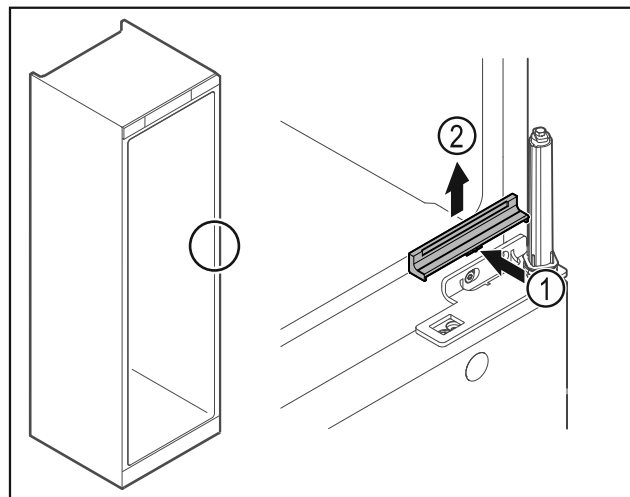

Fig. 31
- ▶ 轻轻压入中间的盖板 Fig. 31 (1)并朝上取下 Fig. 31 (2)。